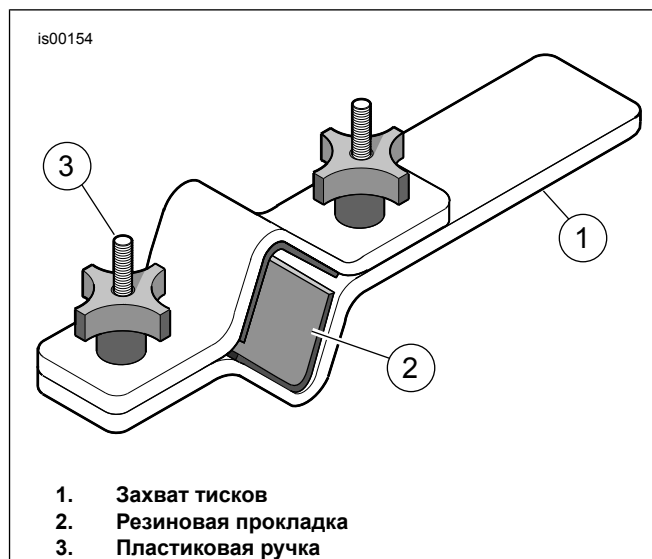
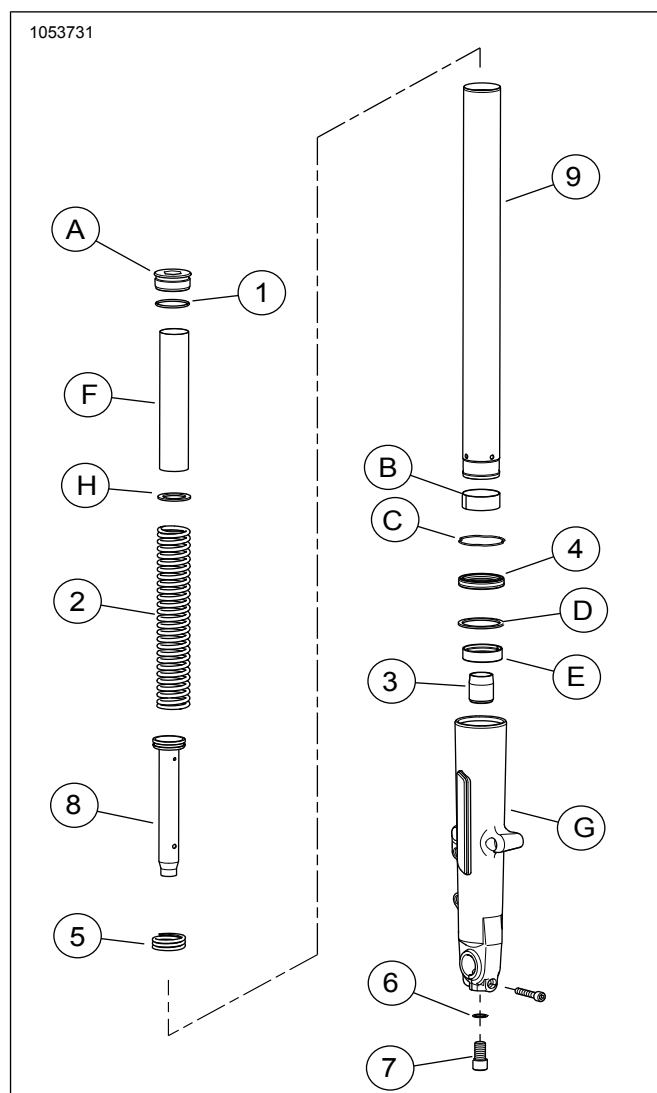

Рисунок 3. Держатель трубы вилки (HD-41177)
Рисунок 6. Запасные части: Передняя вилка для картриджа Touring
1. См. Рисунок 3 . Установите вилку на держатель трубы вилки (HD-41177) следующим образом:
- a. Зажмите конец инструмента (1) в тисках в горизонтальном положении.
- b. См. Рисунок 6 . Болтом вилки вверх (A) зажмите трубку вилки (9) между резиновыми прокладками на боковой стороне инструмента. Затяните ручки до тех пор, пока трубка вилки не будет надежно зафиксирована.
1. См. Рисунок 6 . Убедитесь, что поршневое кольцо установлено на трубке демпфера вырезами вниз. Установите **новую** пружину отскока (5) на **новую** трубку демпфера из комплекта (8). Вставьте трубку демпфера в **новую** трубку вилки (9).
2. Вставьте **новую** пружину (2) и центрирующее кольцо пружины (F) в трубку вилки, плотной секцией катушек к трубке демпфера. Протолкните нижнюю часть демпферной трубки через отверстие на нижнем конце трубки вилки. Поместите **новую** масляную пробку(3) над концом трубки демпфера.
3. Нанесите на **новый** винт (7) резьбовой герметик Loctite 565 Thread Sealant. Расположите трубку вилки и демпферную трубку на подвижную трубу перьев вилки (G). Держите сборку на месте, оказывая давление на пружину. Установите винт (7) с **новой** медной шайбой (6) из комплекта.
- c. См. Рисунок 6 . Задвигайте стопорный зажим (C) вниз в трубу вилки до тех пор, пока оно не соприкоснется с сальником вилки. Установите фиксирующий зажим в канавку подвижной трубки пера вилки. Не расширяйте и не растягивайте зажим, чтобы установить его на трубке вилки неповрежденным.
- d. См. Рисунок 6 . Вставляйте шток в верхнюю часть трубы вилки до тех пор, пока металлическое кольцо полностью не ляжет на верхнюю часть трубы вилки.